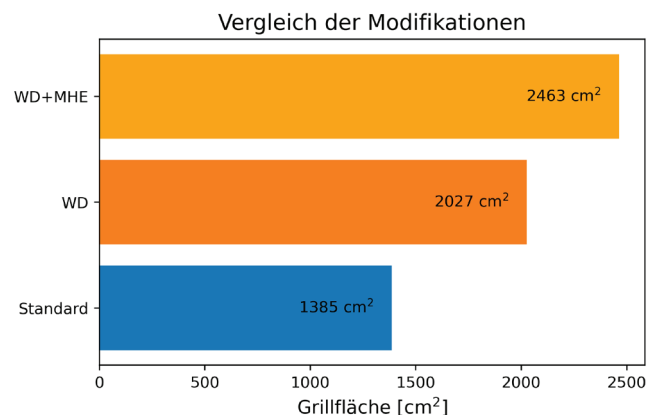

Abb. 3: Mögliche Flächenvergrößerungen durch Wärmedämmung (WD) oder Wärmedämmung mit einem modifiziertem Heizelement (WD+MHE) kombiniert
Mit der Wärmedämmung (WD) und der Kombination mit dem modifizierten Heizelement (WD+MHE) konnte die Performance deutlich erhöht werden. Damit könnte wie in Abb. 3 gezeigt, bei gleicher Leistungsaufnahme die Grillfläche um 46 % respektive um 77 % vergrössert werden. Mit dem Ventilator in der Modifikation Umluftzirkulation homogenisierte sich die Temperatur im Grill. Durch die erhöhte Konvektion im Bodenbereich - und somit steigende Wärmeverluste - sinkt die Temperatur in Höhe Grillrost deutlich. Die Idee mit dem Reflektor hat gezeigt, dass mit einem zusätzlichen und gut ausgelegten Reflektor im Deckel eine Temperatursteigerung auf dem Grillrost möglich ist. Weitere Untersuchungen sind geplant.